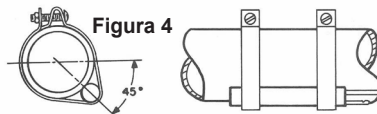

Figura 4
5. En líneas de succión de 7/8" o más de diámetro, sujete el bulbo en la mitad inferior de la tubería en un punto a las 4 o a las 8 (Figura 4).